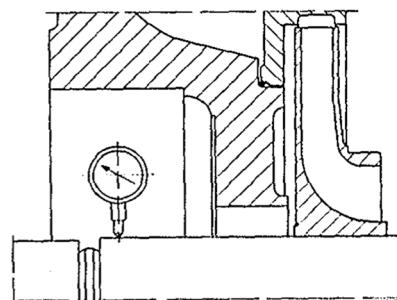

Figura 28 – Determinación aproximada de las holguras en los rodetes
1. Extraiga la mitad del cubo del acoplamiento utilizando el dispositivo (figura 28).
2. Retire la tapa del cojinete lado conducido (360) y la tapa del lado libre (361) junto con el indicador de posición (623.1).
3. Afloje la arandela de bloqueo entre la tuerca del cojinete de casquillo cónico y el rodamiento (322).
5. Afloje el asiento del casquillo cónico (531) del eje (210) con pequeños golpes en la cara del mismo.
8. Suelte y retire los tornillos hexagonales (920.2) de los tornillos prisioneros (902.1) de la carcasa de presión (107) para permitir el acceso a la carcasa del cojinete y la caja de sellado.
10. Retire el anillo centrifugador (507.1) del eje (210), caso aplicable.